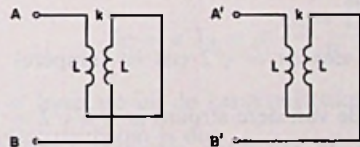

FIG. 8
- ③ Twee gelijke spoelen met zelfinductie L zijn met elkaar gekoppeld. De koppelfactor is k. Deze spoelen worden achtereenvolgens op twee manieren in serie geschakeld volgens fig. 8.